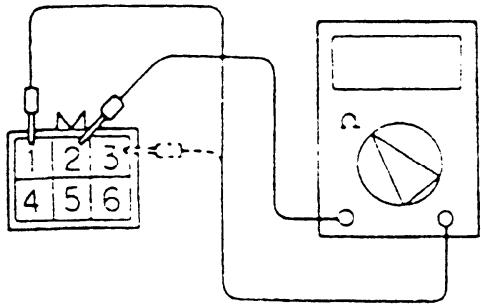

图 3-59 检查怠速控制伺服线圈电阻 (1)
(2) 检查怠速控制伺服线圈电阻。
- ①拆下怠速控制伺服（ISC）的接头，并接上专用工具（测试线）。
- ②如图 3-59 所示，测量怠速控制伺服（ISC）侧接头之 2 号端子（专用工具的白色夹子）与 1 号端子（专用工具的红色夹子）之间的电阻值，或 2 号端子与 3 号端子（专用工具的蓝色夹子）之间的电阻值。该电阻值标准值为 28~33Ω（20℃时）。